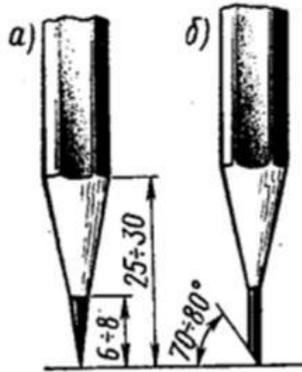

Рисунок 1 – способ заточки карандашей
- карандаши чертежные с маркировкой Т, ТМ, М (импортные карандаши, соответственно, Н, НВ, В), для рисования М, 2М, которые затачиваются на 25-30 мм с конца без надписи (рисунок 1), в зависимости от характера проводимых линий, графит выступает на 6-8 мм;
- обводку основных толстых линий осуществляют грифелем, подточенным «лопаточкой» (рисунок 1);
Выполнение задания начать с разметки вспомогательной сетки, представленной на рисунке 12, которая ограничивает высоту строки, ширину буквы и наносится сплошными тонкими линиями твердым карандашом. После выполнения упражнения сетку не стирать! Написанный шрифт обвести карандашом твердости ТМ или М, заточенным «лопаточкой» (рисунок 1).